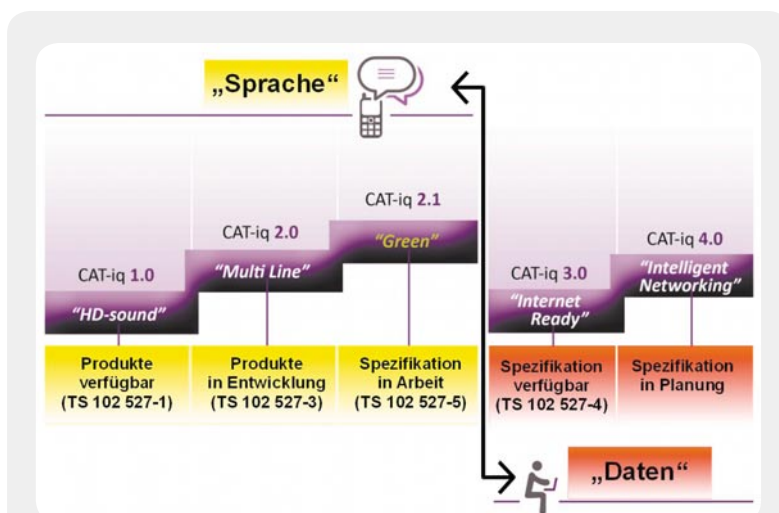

Bild 3: Die Profile 1.x und 2.x beziehen sich auf die Telefoniefunktionen, die Profile 3.x und 4.x auf Datenanwendungen. Quelle: DECT-Forum
Zwei Entwicklungsprofile: Voice und Data. Die hinter dem CAT-iq-Konzept stehenden Entwickler haben sich zum Ziel gesetzt, auf der Grundlage der ausgereiften DECT-Technologie Erweiterungen mit hochqualitativer VoIP-Telefonie (Wideband Voice-over-Internet Protocol) und niedrigratigen Datenanwendungen zu etablieren. Dabei soll die Rückwärtskompatibilität zum DECT-GAP (Generic Access Profile) der ETSI (European Telecommunications Standards Institute) gewährleistet sein. So sind gewisse Basisfunktionalitäten auch bei Verwendung von Produkten unterschiedlicher Hersteller sichergestellt. Eine Übersicht über die Profile und den aktuellen Stand ihrer Umsetzung in technische Spezifikationen (TS) gibt Bild 3.